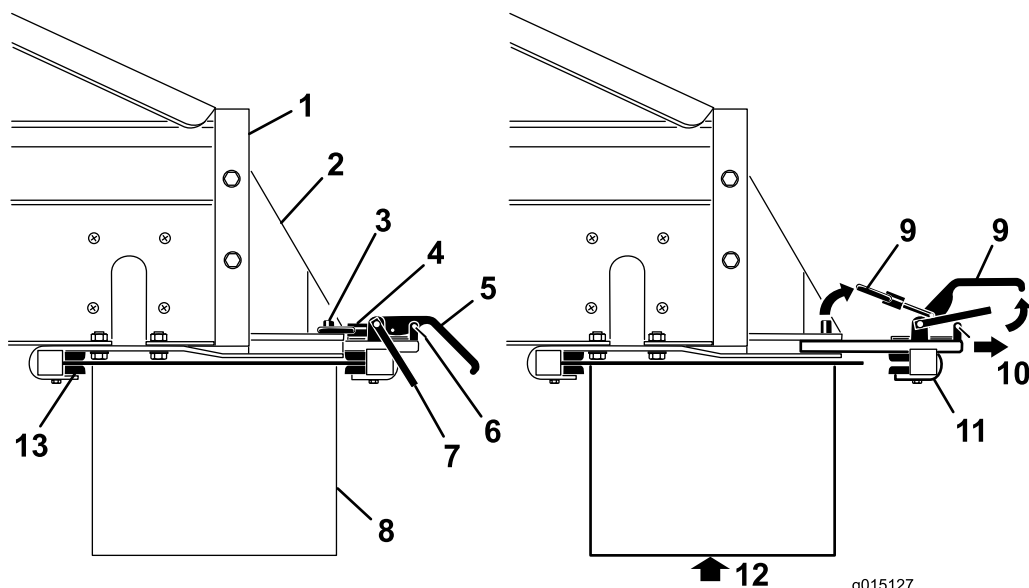

Figura 29
1. Retire os cliques do fecho de segurança das pegs da barra de ligação (Figura 29).
2. Levante o trinco de segurança, depois levante as pegs da barra de ligação do acessório e liberte os anéis de bloqueio dos pinos de bloqueio (Figura 29).
3. Deslize a traseira do conjunto de ligação do acessório para fora das ranhuras de ligação rápida (Figura 29).
4. Com ajuda, insira a borda frontal do rotor duplo por cima e por baixo da traseira da MH-400 para a frente dos grampos nos suportes (Figura 29).
5. Apoiando o rotor duplo, deslize a traseira do conjunto de ligação do acessório para as ranhuras nos suportes, e por cima da parte de trás (Figura 29).
7. Volte a instalar os cliques do fecho de segurança nas pegs da barra de ligação (Figura 29).